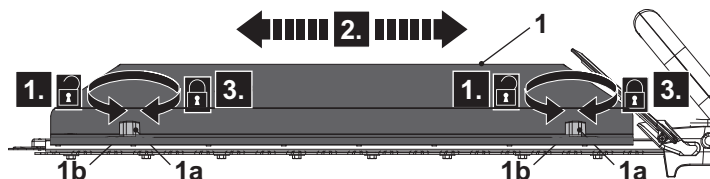

Fig. 6
3. Afloje con la mano las perillas de bloqueo (1a) en sentido antihorario de las tuercas del dispositivo de corte (cuchilla) (13), pero sin retirarlas (Fig. 6, paso 1).
4. Deslice el barredor (1) a lo largo de dos ranuras (1b) hasta alcanzar la posición deseada (Fig. 6, paso 2).
5. Asegure las conexiones con las perillas de bloqueo (1a) en el sentido de las agujas del reloj con la mano (Fig. 6, paso 3).